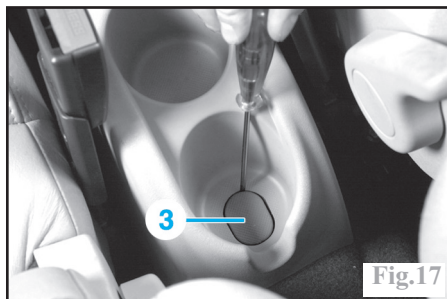

Fig.17
Décliper l'obturateur (3) (Fig.17).